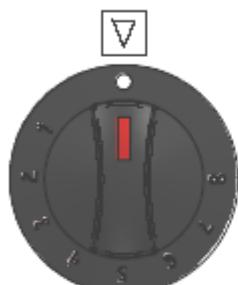

*Fig.1*
Pasar el cable manguera por el prensa-estopas indicado en el punto E (Fig.1) y conectar en la regleta de conexiones.
- b) Girar el mando del regulador en sentido horario hasta que se encienda el piloto 4 (Fig. 1). La máquina está conectada,
- c) Girar el mando del regulador en sentido horario a la posición deseada, (TABLA 2). Se enciende el piloto 3 (Fig. 1).